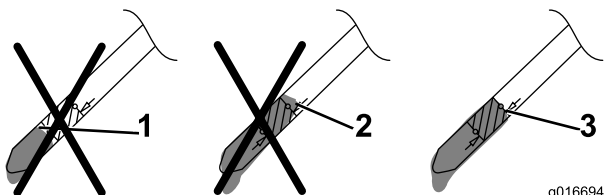

Рисунок 7
- Если уровень масла слишком низкий, **медленно** залейте небольшое количество масла в маслозаливную горловину, подождите 3 минуты и повторите действия, указанные в пунктах 3 – 5, чтобы масло достигло требуемого уровня по щупу, как показано на Рисунок 7.